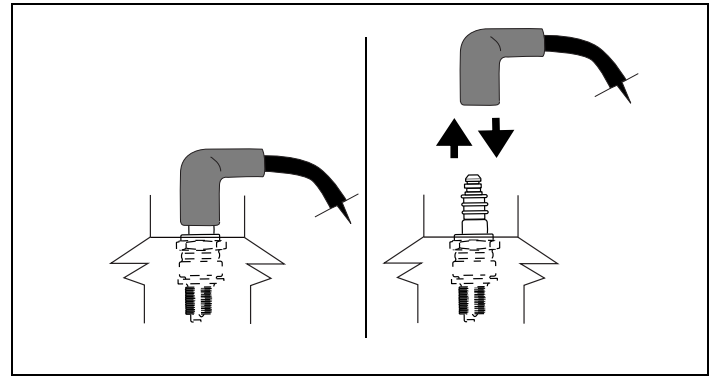

Abbildung 25. Abziehen/Anschließen der Zündkerze
- Das Zündkabel abziehen und von der Zündkerze fernhalten. Siehe Anweisungen unter „G. Versehrliches Anlassen vermeiden“ auf Seite 2. Siehe Abbildung 25.
- Das Zündkabel am Erdungzapfen anschließen (sofern vorhanden). Siehe Abbildung 25.